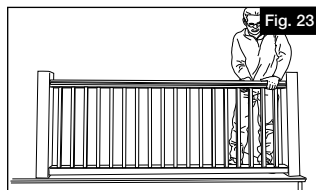

Fig. 23
- a. Enclenchez la main courante (A) au longeron supérieur pré perforé (D). Procédez d'une extrémité à l'autre jusqu'à ce que toute la longueur de la main courante se mette en place (Figure 23).